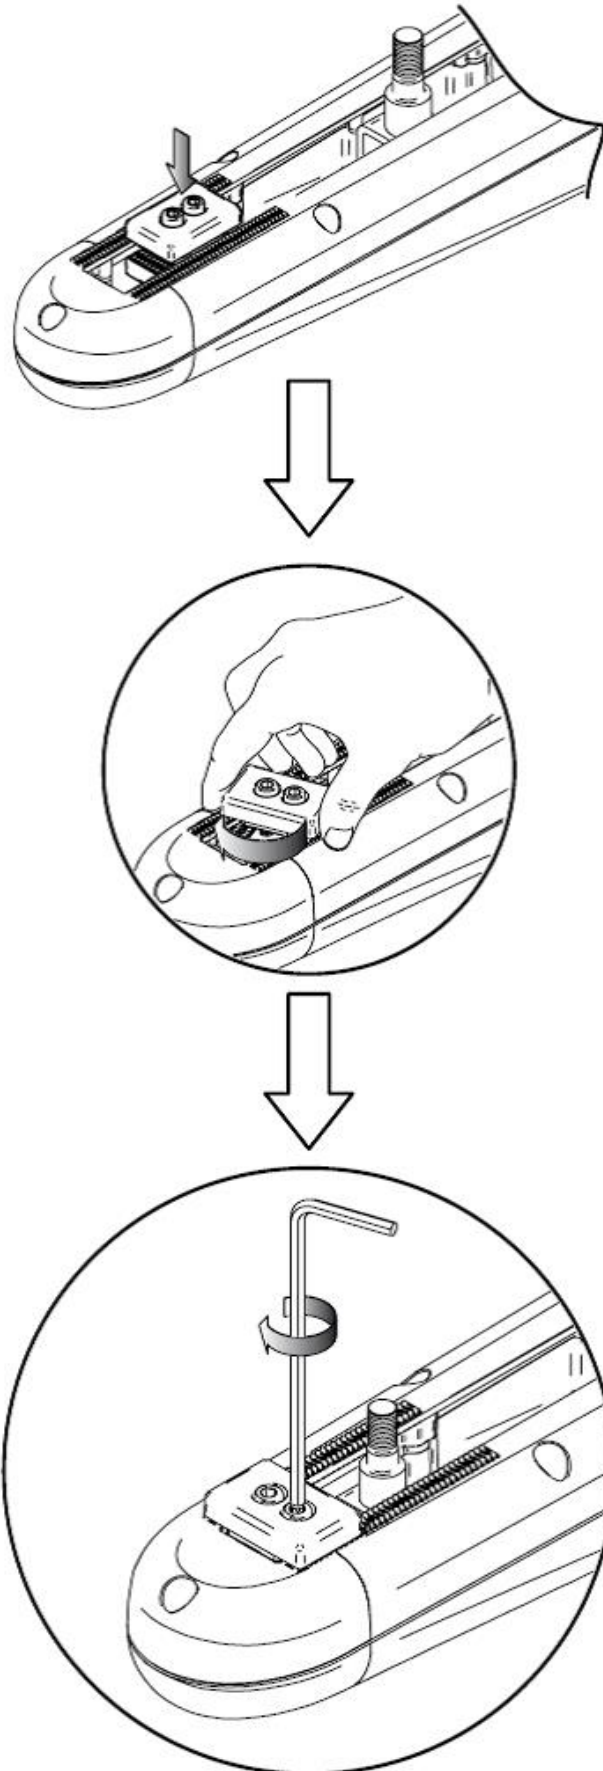

Rys. 7
15. Po zamocowaniu centralki wyjmujemy z opakowania siłowniki. Przed przystąpieniem do mocowania siłowniki należy wysprzęglić (aby trzpień można było przesunąć po śrubie ślimakowej wewnątrz siłownika). W tym celu otwieramy kłapkę zabezpieczającą, wkładamy kluczyk (załączony w zestawie) i obracamy go o ½ obrotu (Rys. 7).